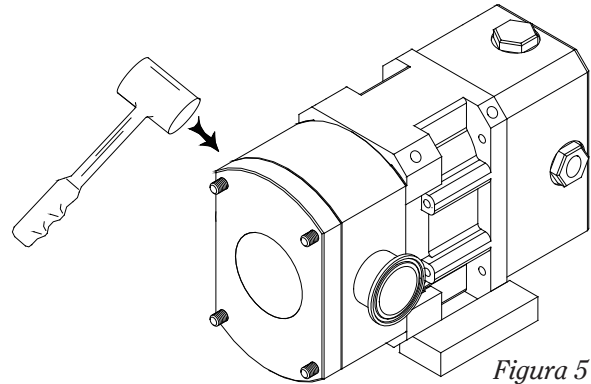
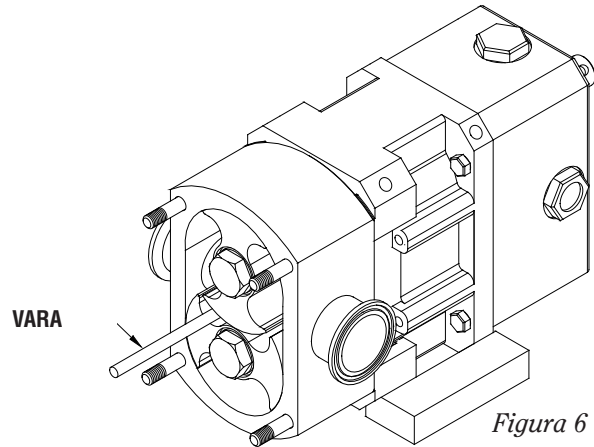

Figura 5
Figura 6
- Afloje y quite las cuatro tuercas de campana (6) de la cubierta.
- Después, quite la cubierta (7). Si está pegada, golpee sobre la cubierta con un martillo de cara blanda (Figura 5).
- Quite el anillo de junta de la cubierta (8).
- Para quitar los rotores, primeramente afloje el primer rotor, coloque una espiga de madera entre los rotores como se muestra en la Figura 6.
- e) Gire la tuerca del primer rotor (4) en sentido contrario a las manecillas del reloj.
- f) Quite la tuerca y el anillo de junta del rotor (5).
- h) Quite la tuerca y el anillo de junta del rotor (5).
- i) Los rotores (11) y los anillos de junta (12) se pueden quitar de la carcasa de la bomba (10) jalando derecho. Manipule los rotores cuidadosamente para evitar daño. Al quitar los rotores busque las marcas estampadas. Debe haber un punto en el rotor del eje motriz y dos puntos en el rotor del eje guiado.